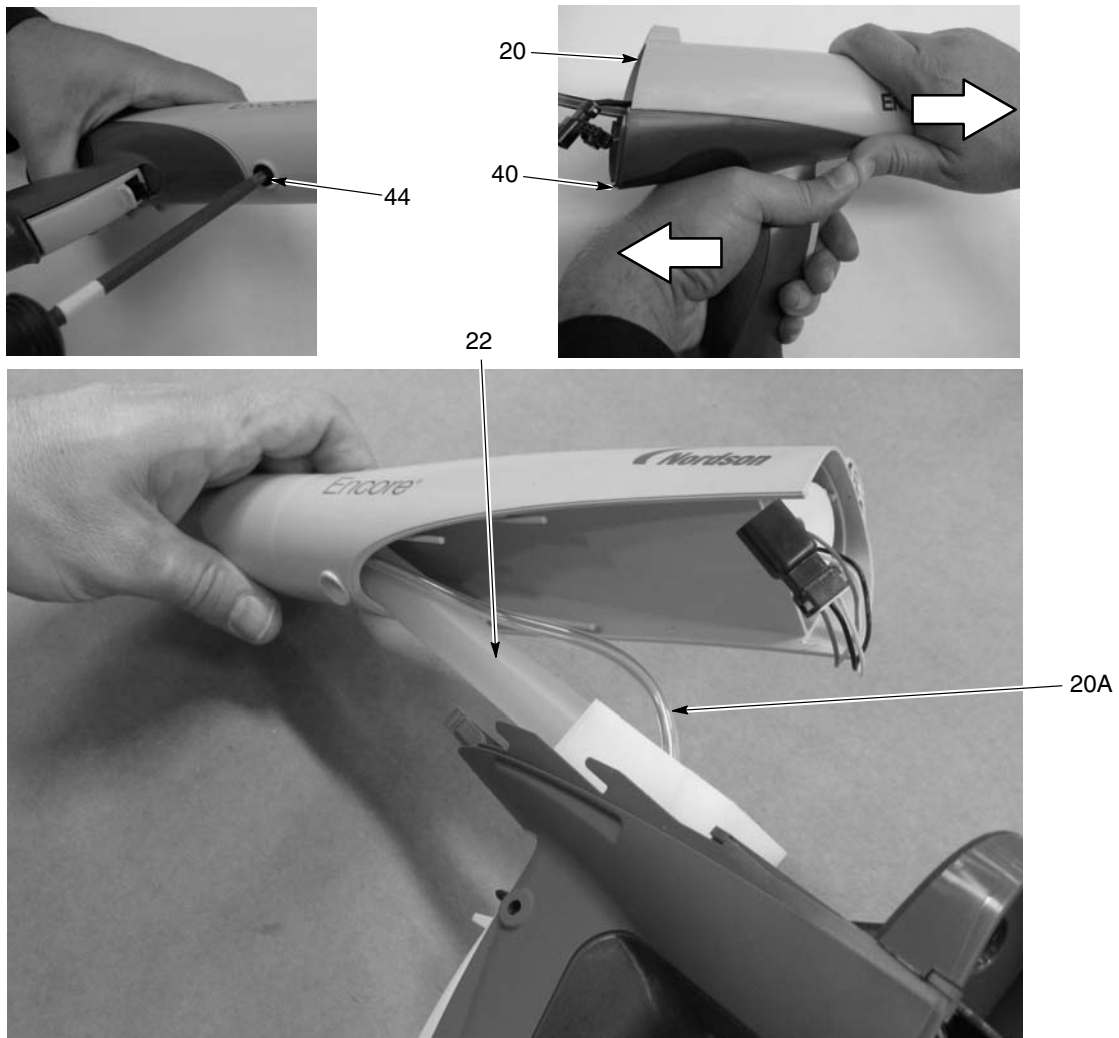

Abb. 6-2 Pistolengehäuse vom Griff trennen
4. Siehe Abb. 6-2. Die schwarze Nyllonschraube (44) vom Pistolengehäuse abnehmen.
5. Den Griff (40) in einer Hand und das Pistolengehäuse (20) in der anderen halten. Die Daumen beider Hände gegeneinander drücken und dabei in entgegengesetzte Richtungen ziehen, um das Pistolengehäuse vom Griff zu trennen.